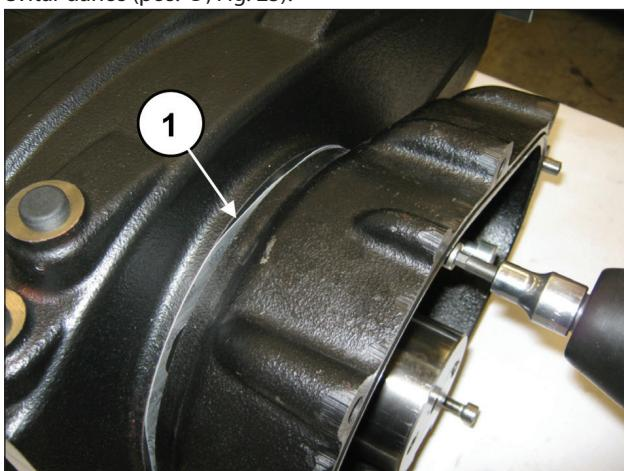

Fig. 24
Solte os três parafusos M8 gradualmente (pos. ①, Fig. 24) para evitar que a caixa possa se inclinar demais e bloquear o assento.